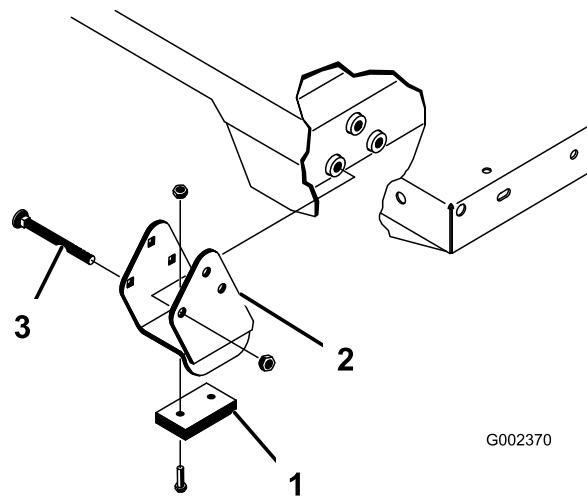

Figura 25
2. Coloque la plataforma con cuidado sobre el bastidor de la máquina, alineando los taladros de las placas de giro traseras con los taladros del perfil trasero del bastidor, e instale 2 pasadores con chavetas (Figura 25).
4. Inserte el pasador desde la parte exterior de la plataforma, con la chaveta orientada hacia fuera (Figura 25).
Asegúrese de instalar los espaciadores y las pletinas de desgaste (Figura 25) con las cabezas de los pernos de cuello cuadrado dentro de la máquina.